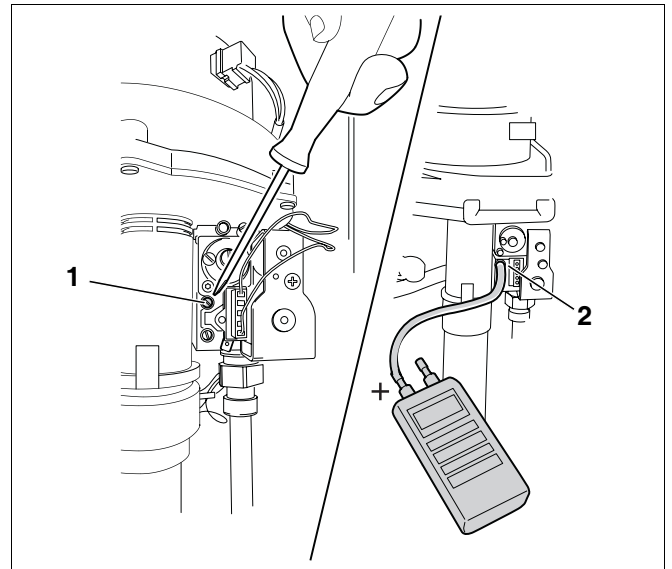

Abb. 36 Gas-Luft-Verhältnis kontrollieren und einstellen
- Verschlusschraube am oberen Messnippel (Abb. 36, **Pos. 1**) (Brennerdruck-Messnippel) um zwei Umdrehungen lösen.
- Plus-Anschluss des Druckmessgerätes über einen Schlauch mit dem Messnippel für Brennerdruck (Abb. 36, **Pos. 2**) verbinden.